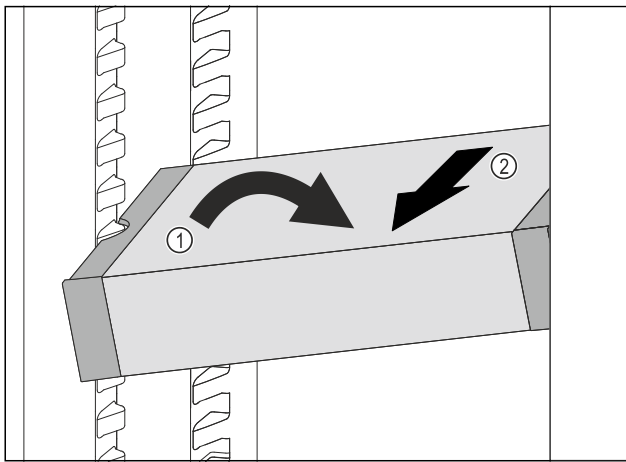

Fig. 171
- ▶ 在冷藏区中倾斜 VarioSafe。 Fig. 171 (1)
- ▶ 向前取出 VarioSafe。 Fig. 171 (2)